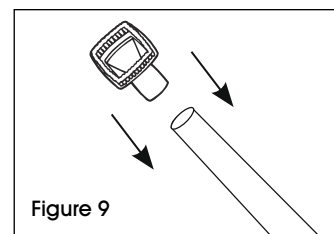

Figure 9
1. Pour fixer un accessoire ou le tube-rallonge au tuyau, appuyez pour l'insérer jusqu'à ce qu'il s'enclenche. (Voir Figure 9)